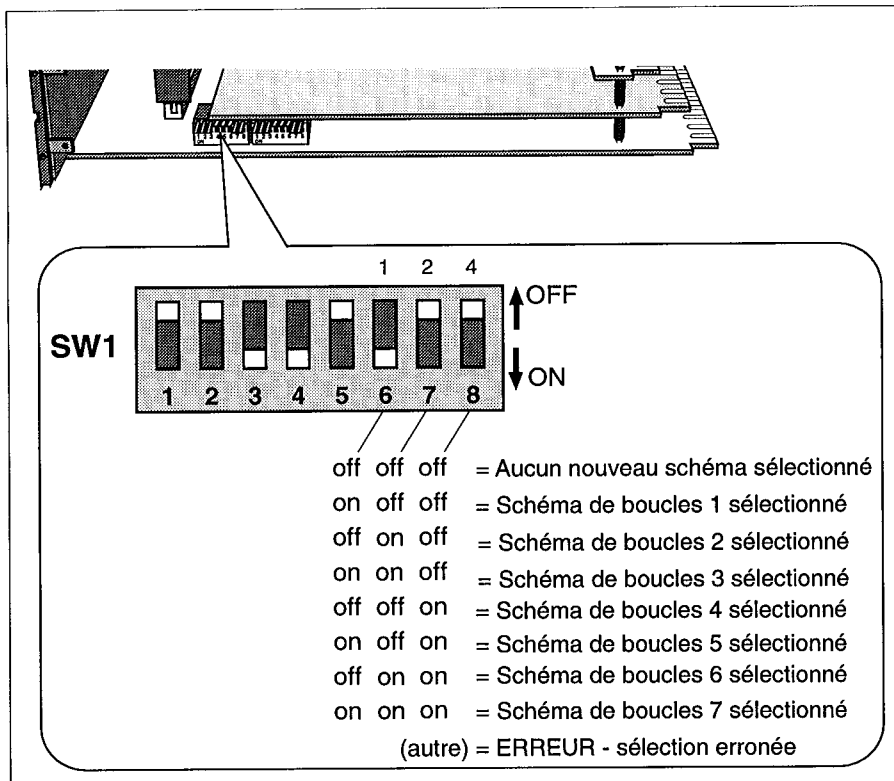

Figure 5-1 Positions des commutateurs de SW1 pour la sélection des schémas de boucles
Lorsque vous sélectionnez le schéma de boucles standard n° *n*, en positionnant les commutateurs DIL de la carte mère (la figure 5-1 rappelle la procédure), votre schéma de boucles personnalisé sera chargé et exécuté. La méthode fonctionne, parce que le T640 ne tente pas de décompresser le fichier fictif .PK*n*, à condition que le fichier .DBF correspondant se trouve déjà dans l'EEPROM.
- 3 Retirez le T640 de son manchon (en prenant les précautions anti-statiques nécessaires — voir chapitre 2) et mettez les commutateurs 6, 7 et 8 de SW1 sur le numéro du schéma de boucles en question. (La figure 5-1 rappelle leur emplacement et la procédure de configuration).